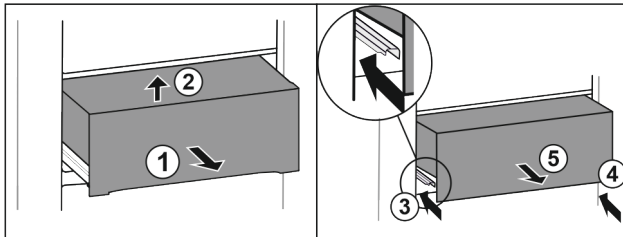

Fig. 30
- Estrarre il cassetto a metà Fig. 30 (1).
- Sollevare dal lato anteriore Fig. 30 (2).
- Inserire la guida a sinistra Fig. 30 (3).
- Inserire la guida a destra Fig. 30 (4).
- Rimuovere il cassetto tirandolo in avanti Fig. 30 (5).